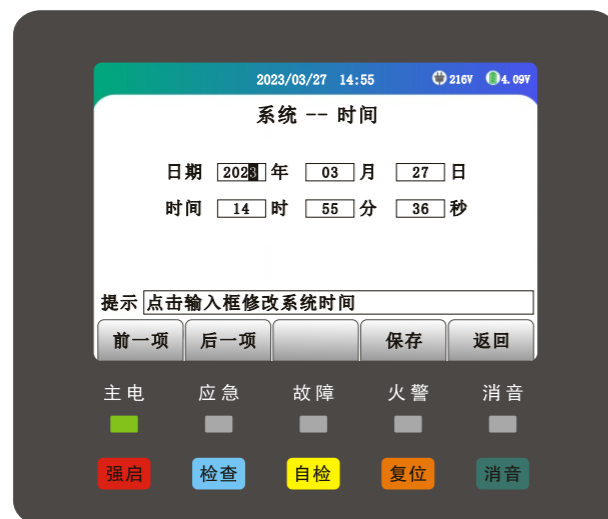

图7.2.2
(1)、点击【时间设置】进入设置系统时间界面，选择要更改的时间项进行更改，点击【保存】按钮保存当前设置的系统时间，点击【返回】按钮则返回上一级菜单（如图7.2.2）。